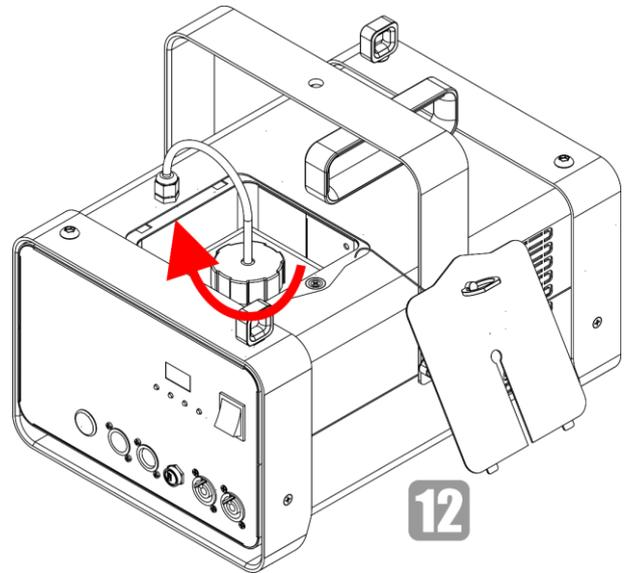

Fig. 30
- 12) Vuelva a enroscar a la tapa del depósito de fluido como se indica en la Fig. 30.